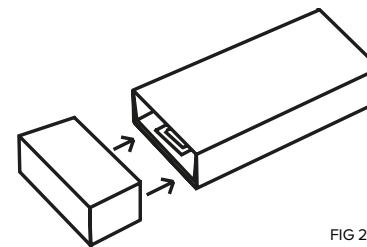

FIG 2.
2. Vul het afdek kapje van het uiteinde van de ledstrip met een klein laagje afdichtmateriaal en plaats deze vervolgens op het uiteinde van de ledstrip (zie fig 2).